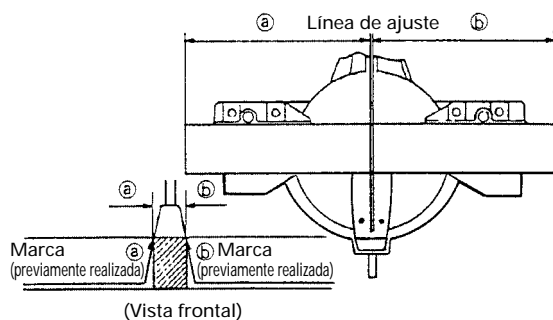

Fig. 23
- (1) Como se muestra en la Fig. 23, la anchura de la hoja de sierra es la de corte. Por lo tanto, deslice la pieza de trabajo hacia la derecha (vista desde la posición del operador) cuando desee la longitud (b), o hacia la izquierda cuando desee la longitud (a).